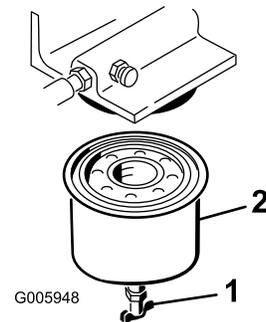

Figure 32
4. Ouvrez le robinet de vidange (Figure 32) et vidangez le carburant qui se trouve dans le filtre à carburant dans un bac approprié. Débarrassez-vous du carburant conformément à la réglementation locale en matière d'environnement.
5. Déposez le filtre à carburant à l'aide d'une clé spéciale (Figure 32).